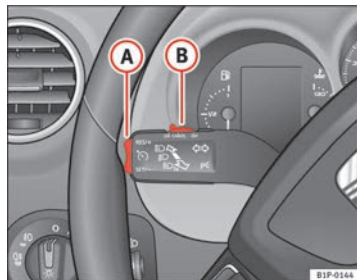

Fig. 130 Palanca de intermitentes y de luz de carretera: conmutador y tecla basculante para el regulador de velocidad
- Mueva el mando ⇒ fig. 130 **B** hacia la izquierda hasta la posición **ON**.